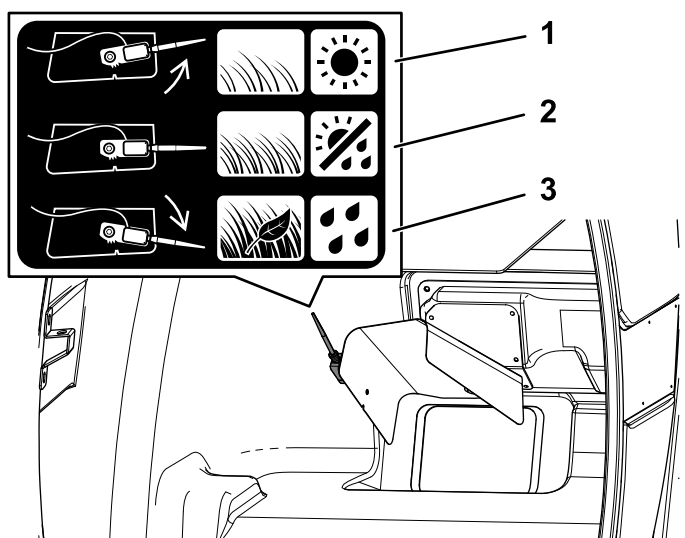

Рисунок 28
- Установите датчик бункера в среднее положение при нормальном состоянии травы и нормальных погодных условиях (Рисунок 28).
- В условиях повышенной влажности, высокой плотности травы, а также при сборе листьев или если бункер заполняется до того, как сработает датчик, поверните датчик вниз (Рисунок 28).
- В сухих условиях, если трава редкая или если дека газонокосилки выключается до того, как заполняется бункер, поверните датчик вверх (Рисунок 28).